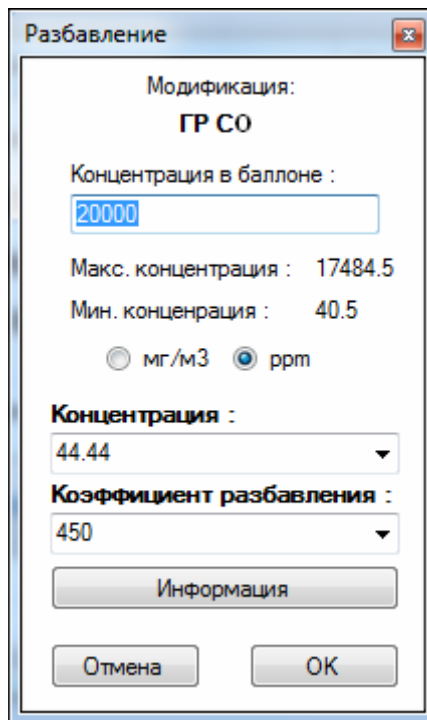
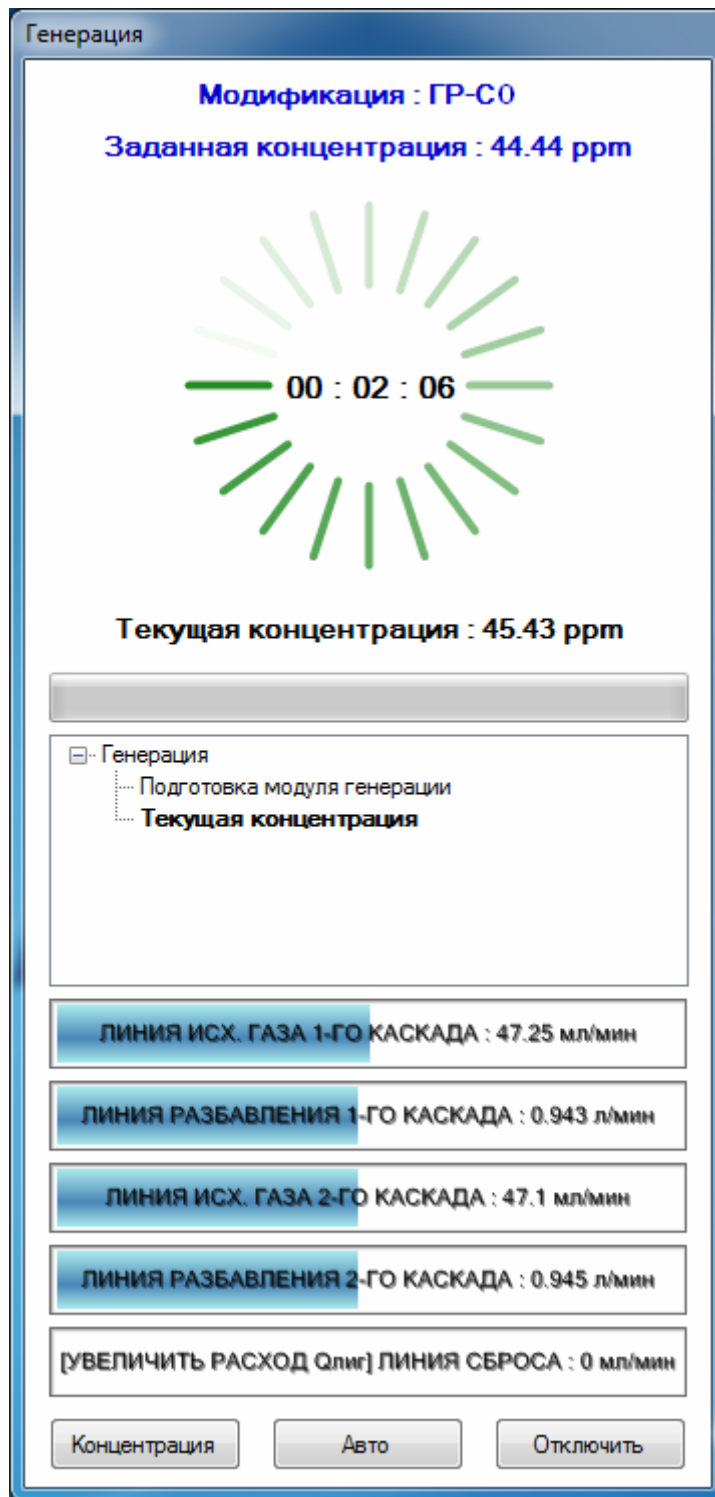

Рисунок 6 Установка концентрации
Рисунок 8 Окно режима разбавления
Для запуска прибора необходимо указать концентрации газа в баллоне и разбавления, вызвав окно параметров разбавления нажатием кнопки «Концентрация» в главном окне программы (см. рис. 1). Окно выбора концентрации представлено на рис. 6.
2.4.7.1 В этой версии программы окно режима разбавления предназначено для отображения текущего состояния, концентрации и непосредственного управления генератором-разбавителями (рис. 8).
Изменение заданной концентрации осуществляется нажатием кнопки «Концентрация» в нижней части окна режима генерации (см. рис. 8) и соответствует порядку действий в п.2.2. После подтверждения изменения концентрации (см. рис. 6) :
Окно настройки автоматического режима вызывается нажатием кнопки «Авто» в окне режима генерации (см. рис. 8). Окно настройки автоматического режима разделено на три группы: «Шаги автопереключения», «Алгоритм автопереключения», «Цикл автопереключения» (рис. 9).
Программа перейдет в режим управления автогенерацией. Далее откроется окно режима генерации (см. рис. 8), в котором список заданий прибора будет заполнен в соответствии с установленным алгоритмом автопереключения. Шаги автогенерации будут выполняться автоматически.